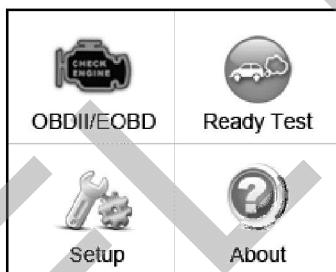

Рисунок 5-1
- С помощью **кнопки прокрутки** выберите раздел **Ready Test [Проверка готовности]** в **главном окне** (см. рисунок 5-1), а затем нажмите **кнопку ввода/выхода**.